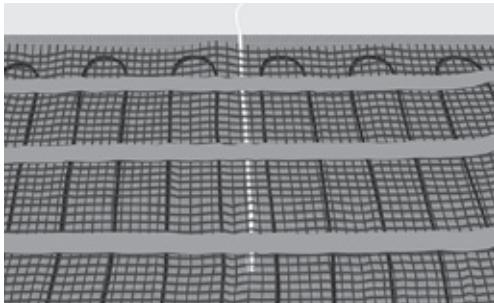

Fig. 7. Plasser rørlæringen/sensoren mellom kablene
11. Plasser og fest ledningsrøret, eventuelt gulv-sensoren hvis det ikke er montert noe ledningsrør. Sørg for å plassere røret/sensoren mellom to varmekabler (fig. 7).